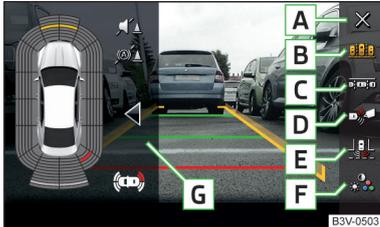

Abb. 281
Funktionsflächen » Abb. 281
- › Die Funktionsfläche **C** » Abb. 281 auf Seite 239 antippen.